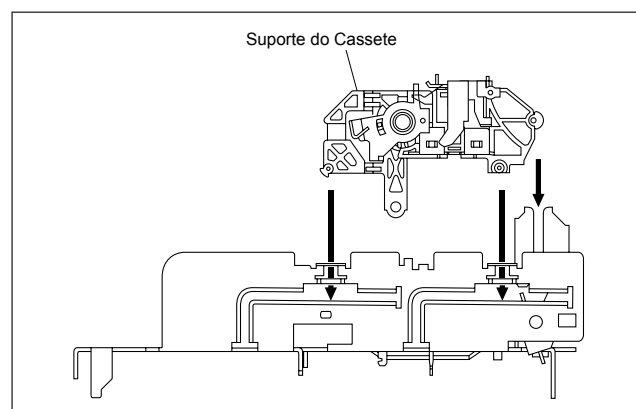
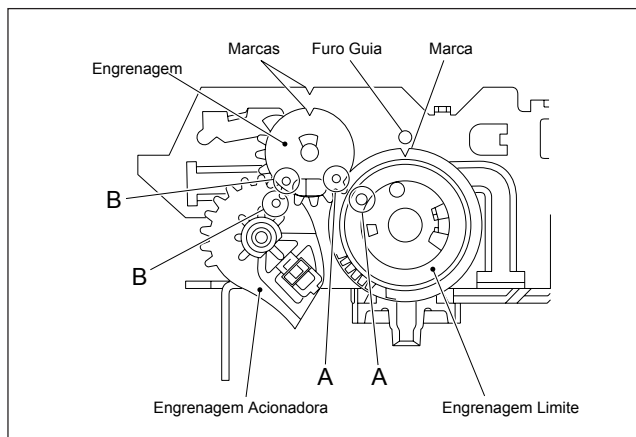

Fig.2-2-3h
Fig. 2-2-3i
- (5) Encaixe as três pernas no trilho do lado esquerdo do suporte cassete ao mesmo tempo. (Veja Fig. 2-2-3h)
- (6) Deslize todo conjunto do suporte cassete na direção frontal levando para posição eject.
- (7) Instale a engrenagem limite até que a marca na parte externa da circunferência desta se alinhe com o furo do chassis. (Veja Fig. 2-2-3i)
- (8) Instale de modo que a marca na parte externa de sua circunferência da engrenagem se alinhe com a marca do chassis. Alinhe o furo (A) da engrenagem limite com o furo (A) da engrenagem de controle de carregamento.
- (9) Instale a acionador da porta cassete e o guia do acionador da porta cassete, a mola (A) e o suporte das engrenagens de carregamento fixando-os com as arruelas.